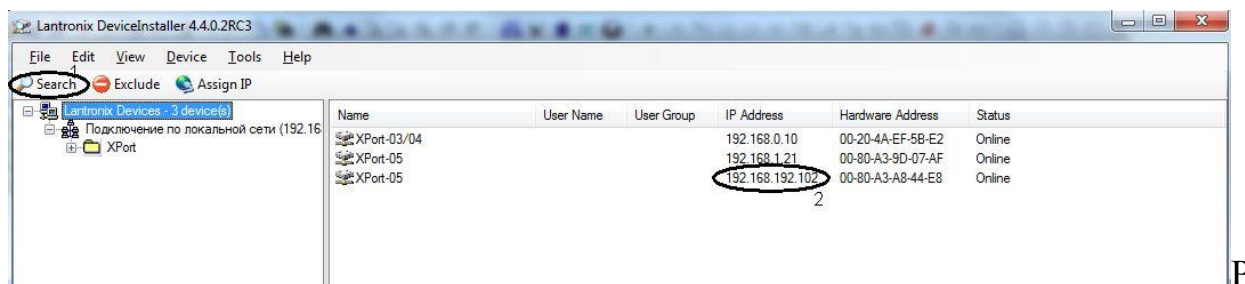

Рис. 4
11.4.2. Нажать клавишу поиска устройства «Search», выбрать, двойным щелчком, в списке настраиваемое устройство, как показано на рис.4.